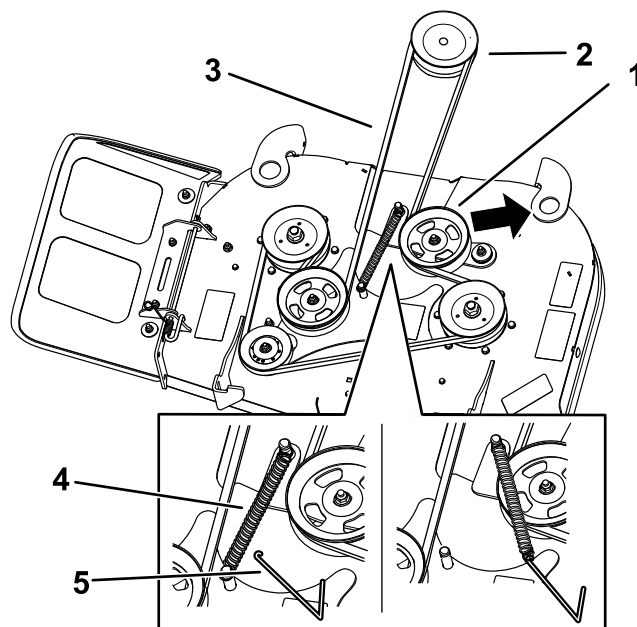
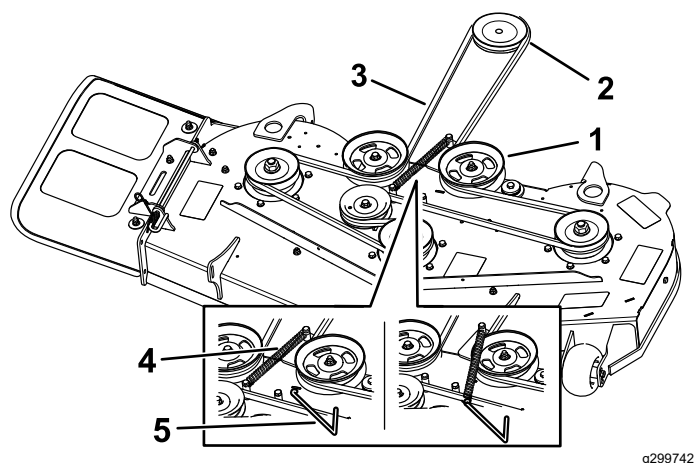

Figura 53
Figura 54
2. Tornillo (4)
5. Usando una herramienta para la retirada de muelles (Pieza Toro N° 92-5771), retire el muelle tensor del gancho de la carcasa para eliminar la tensión de la polea tensora, y retire la correa de las poleas (Figura 53 o Figura 54).
6. Pase la correa nueva alrededor de las poleas del embrague y del cortacésped (Figura 53 o Figura 54).
7. Instale el muelle tensor en el gancho de la carcasa (Figura 53 o Figura 54).